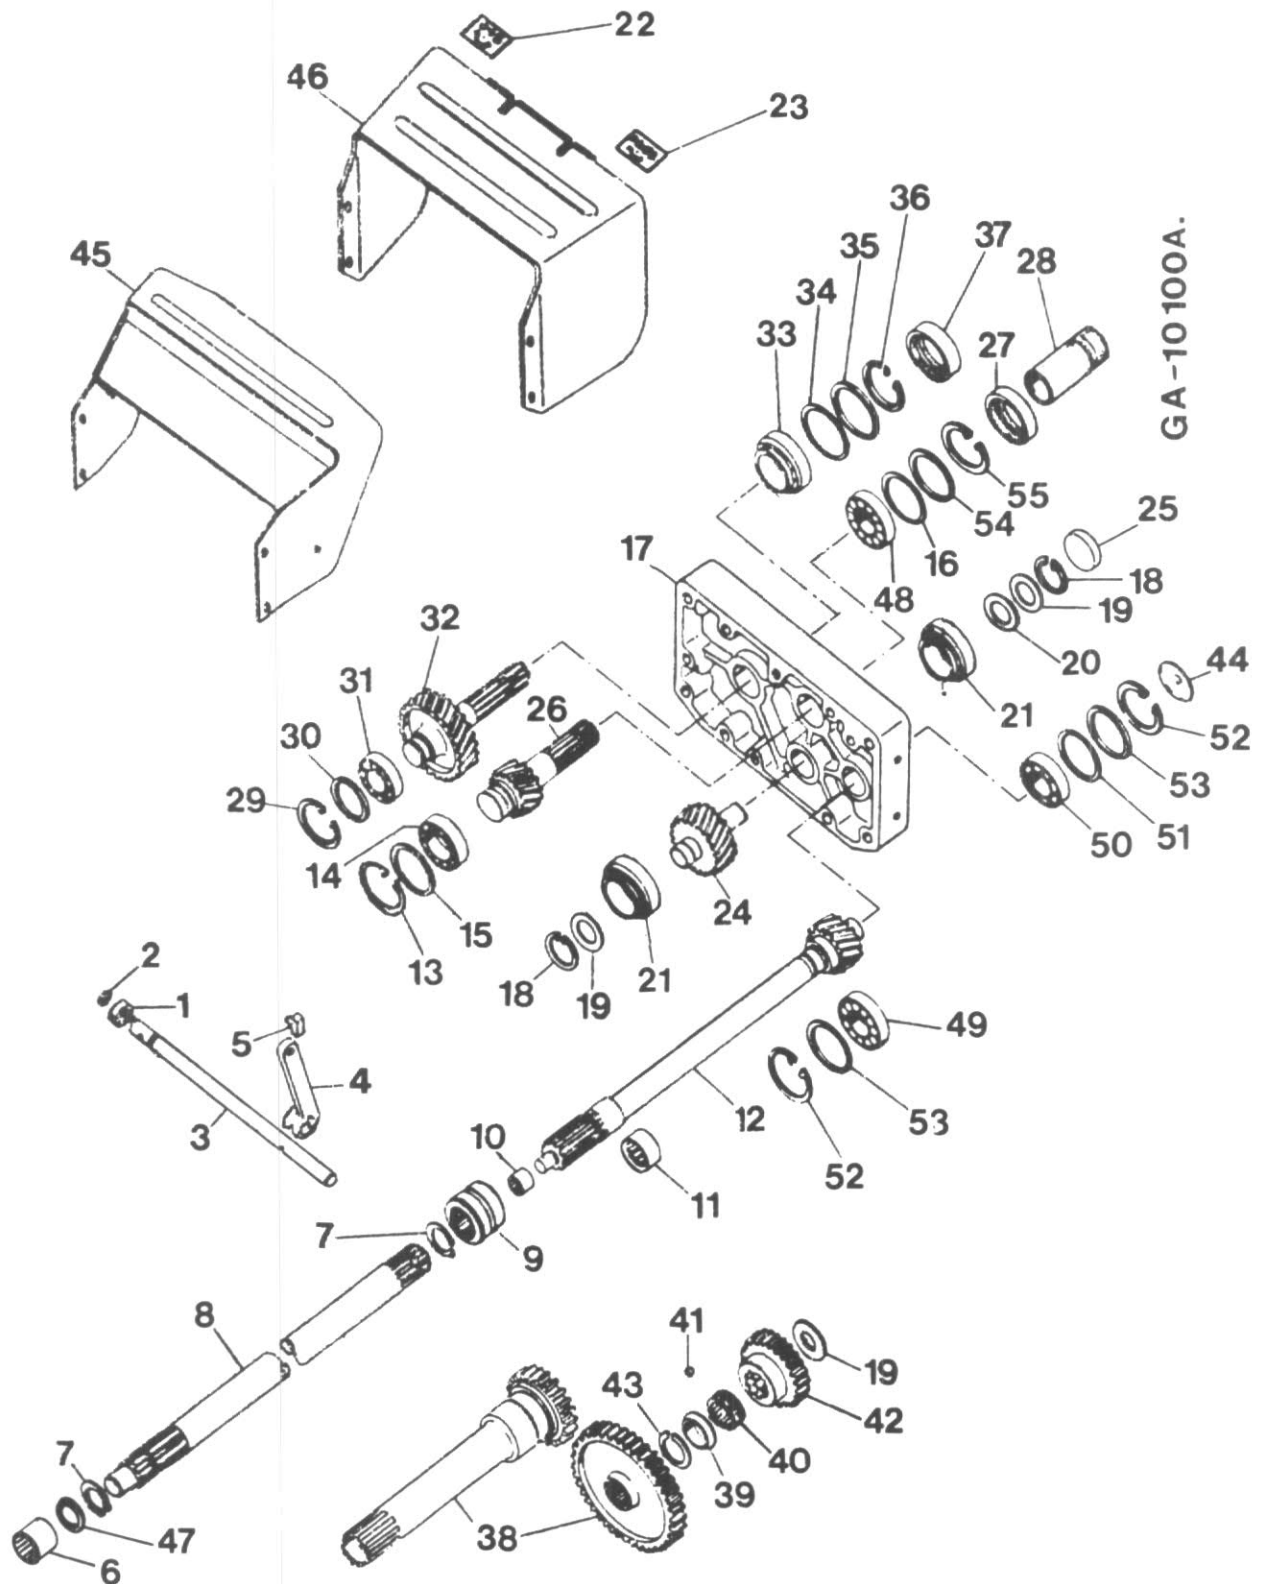

Figure 143
Les numéros de repère sont les mêmes que pour la Figure 143
La vue éclatée de la figure 143 montre les versions de prise de force suivantes : indépendante, proportionnelle, ainsi que les versions 540 tr/mn (32) et 1000 tr /mn (26).
Les repères sont identiques à ceux de la figure 143
Les tracteurs équipés d'une prise de force proportionnelle ont un pignon de crabotage (42) et un manchon d'accouplement cannelé (9) au lieu du manchon d'accouplement (9, Fig. 143).
Mettez en place le carter de prise de force (17, Fig. 143) en utilisant un produit d'étanchéité liquide.